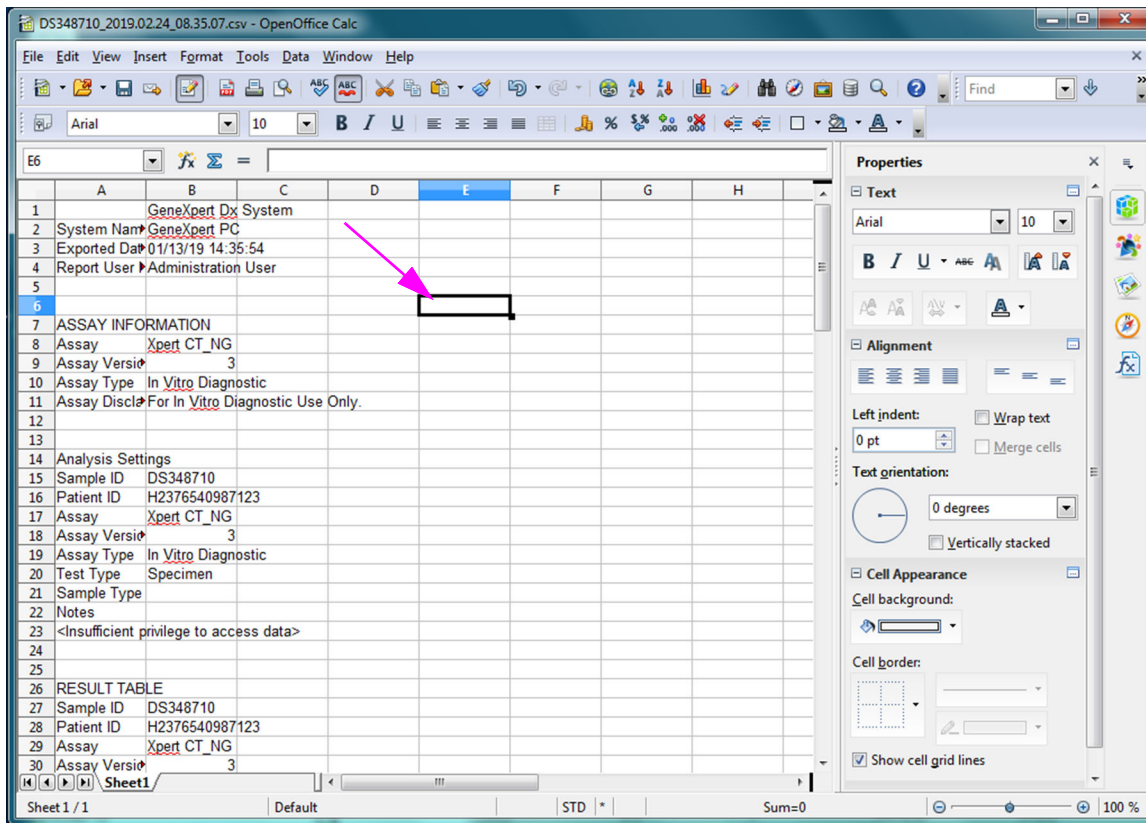

Abbildung D-8. Abschließende Ansicht der Datei mit eingestellten Spalten
- Klicken Sie auf das Kästchen links neben **Default value (Standardwert)** und anschließend auf **OK**, um das Dialogfeld zu schließen. Daraufhin werden die Spaltenbreiten eingestellt und die Datei formatiert, wie in Abbildung D-8 dargestellt. Klicken Sie auf eine beliebige Stelle in den leeren Spalten, um die blau unterlegten Zellen abzuwählen, sodass sie wieder weiß werden.